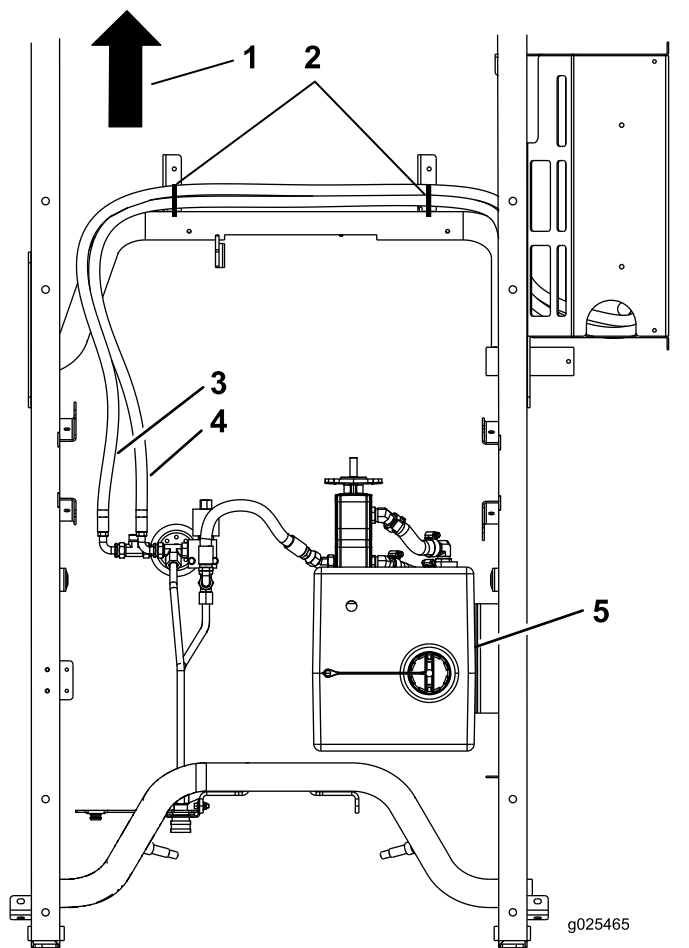

図 17
5. フレームに沿って、長いホースをクーラまで導く 図 17。
6. ケーブルタイで長いホースを固定する 図 17。